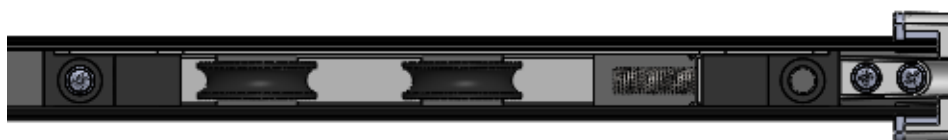

Figura 26
- Con Tapa Arrastre, posicionar el carro a tope (Figura 26).